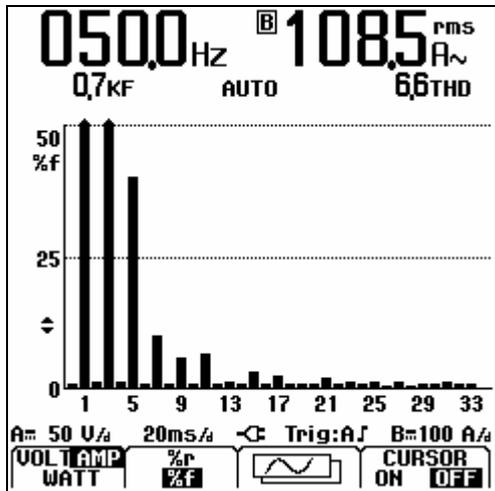

Figura 3-2. Schermata delle armoniche
- ②  Aprire il menu della modalità dell'applicazione.
- ③  Evidenziare HARMONICS
- ④  Confermare la scelta. Viene visualizzata una schermata come quella illustrata nella Figura 3-2
Osservare la parte superiore delle barre lunghe nella Figura 3-2. La forma a freccia indica l'ingrandimento delle armoniche. La scala sul lato sinistro viene modificata quando si ingrandisce o si ridimensiona.